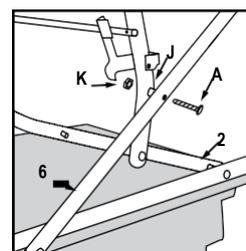

Рис. 10
- Установите компоненты 3 и 6 так, чтобы отверстия для болтов совместились. (Рис. 10).